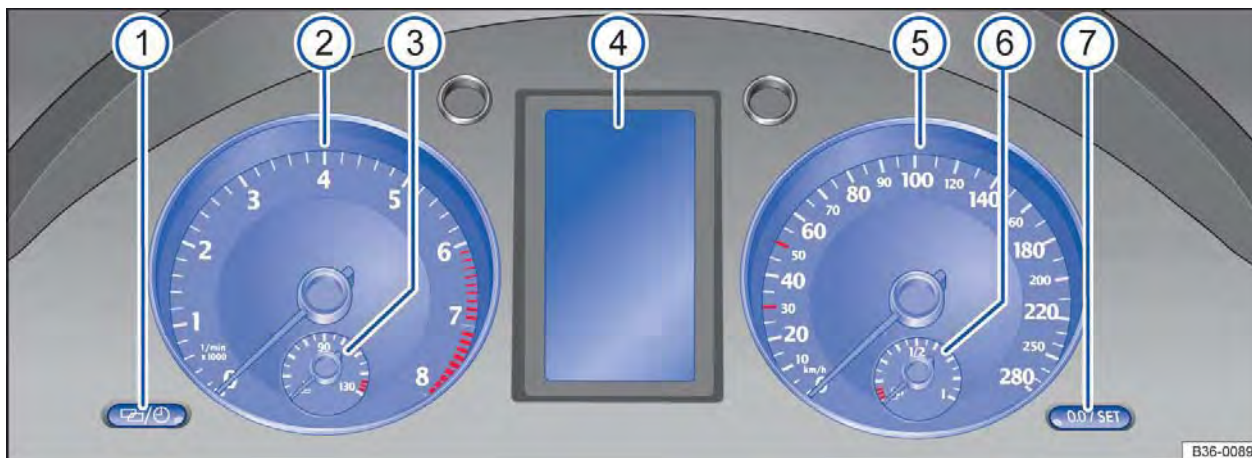

Fig. 11 Instrumento combinado do painel de instrumentos.
Significado dos instrumentos ⇒ Fig. 11:
Conforme a versão do veículo, é possível visualizar diferentes informações no display do instrumento combinado ⇒ Fig. 11 ④: